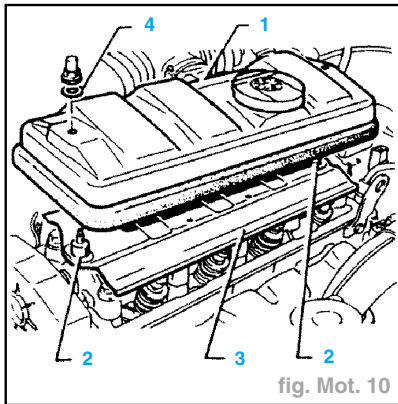

fig. Mot. 10
- Déposer (fig. Mot. 10) :
- le couvre-culasse et son joint (1),
- les deux entretoises (2),
- la tôle déflectrice (3).